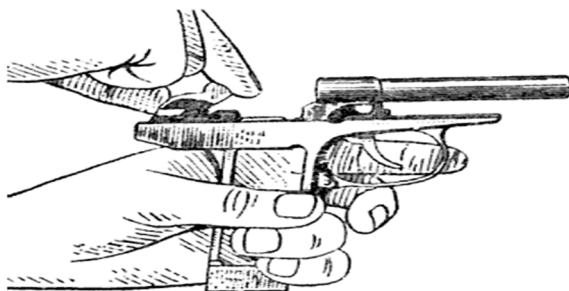

Рис. 21. Присоединение курка к рамке
6. *Присоединить курок к рамке.* Удерживая рамку за основание рукоятки левой рукой и повернув спусковой крючок в крайнее переднее положение, правой рукой наклонить курок головкой вперед, ввести его цапфы в цапфенные гнезда в рамке (рис. 21) и повернуть головку курка назад.